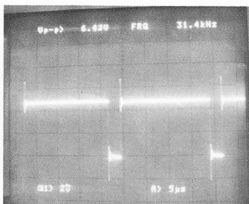

图 5-44 行同步信号
(3) 使用示波器测量，只检测到行同步信号正常，如图 5-44 所示。